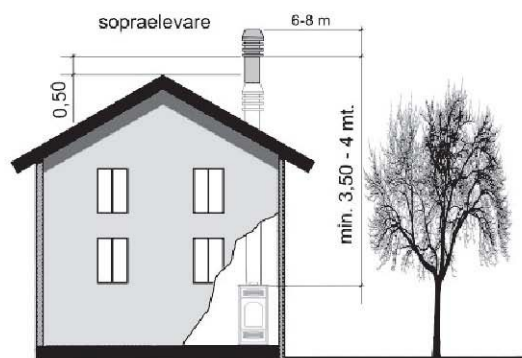
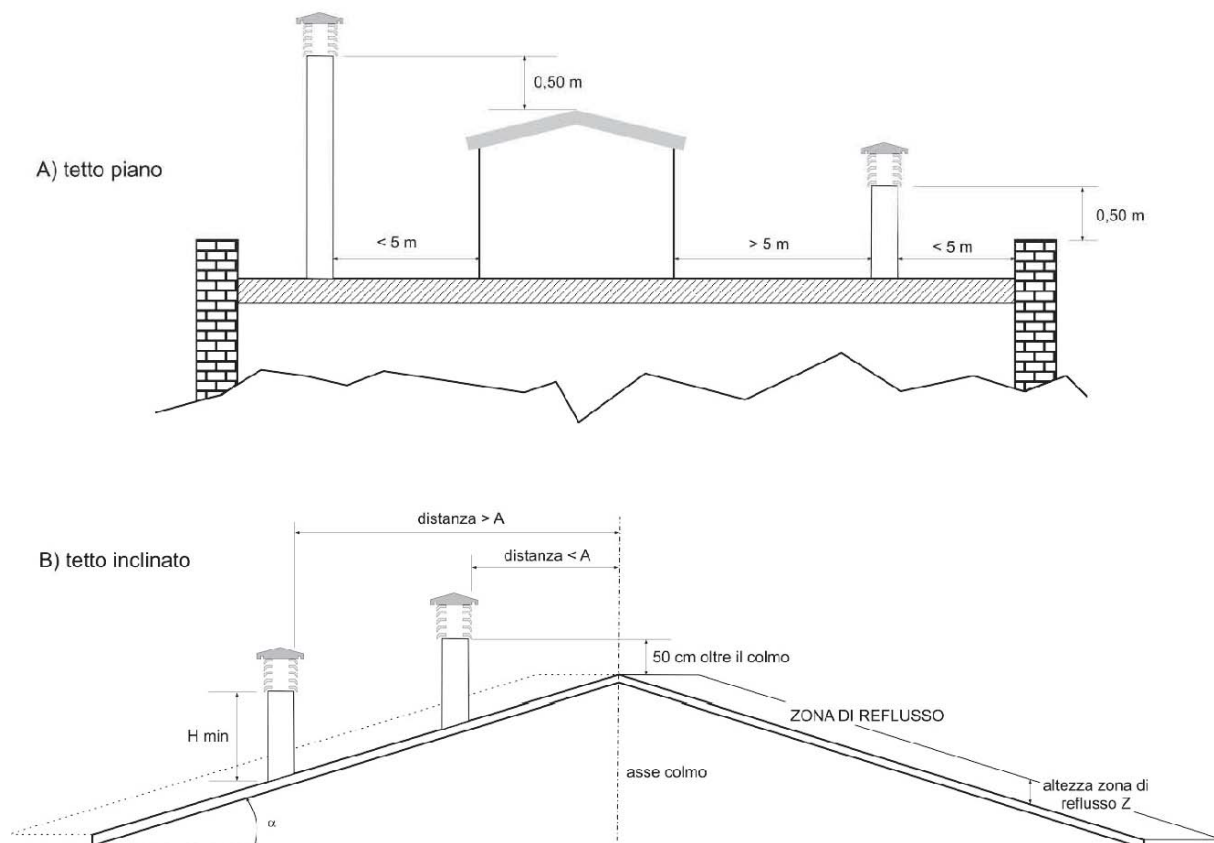

Fig.4
Fig. 5
- Il comignolo deve essere posizionato in modo da garantire un'adeguata dispersione e diluizione dei prodotti della combustione e comunque al di fuori della zona di refluxo. Tale zona ha dimensioni e forme diverse in funzione dell'angolo di inclinazione della copertura, per cui risulta necessario adottare le altezze minime riportate in *fig.4* e in *fig.5*.
- Il comignolo dovrà essere del tipo antivento e superare l'altezza del colmo *fig.4* e *fig.5*.
- Eventuali fabbricati o altri ostacoli che superano l'altezza del comignolo non dovranno essere a ridosso del comignolo stesso (*fig.4*).